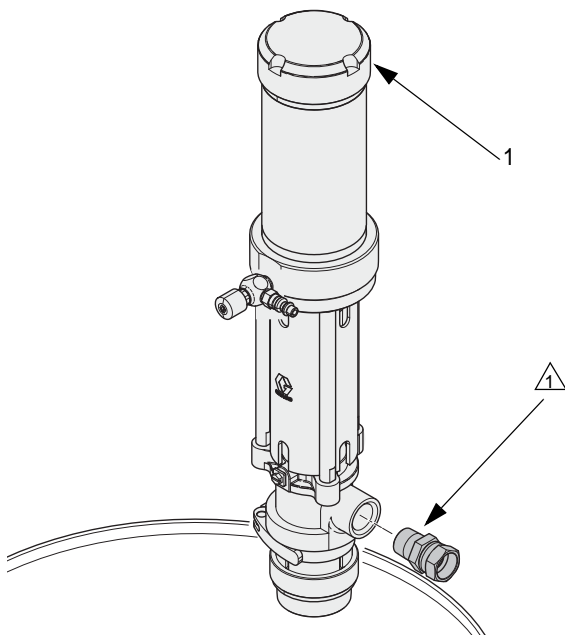

FIG. 5
2. Aplique sellador de rosca a la conexión de salida macho (no suministrada) e insértela en el puerto de salida. Consulte FIG. 5.
3. Utilice las etiquetas (70) incluidas para identificar la bomba adecuada para su material. Consulte FIG. 5.